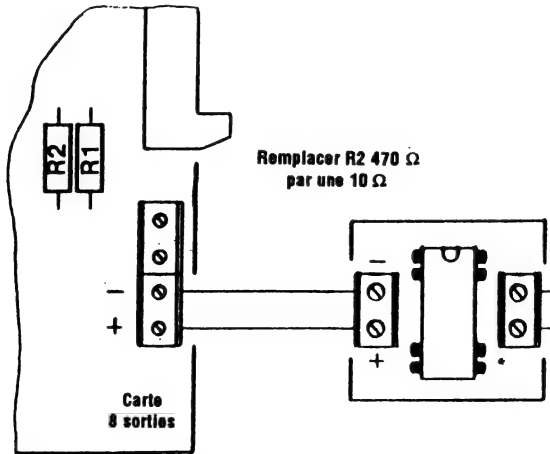

Fig. 6.4
- soit se raccorder sur un des deux borniers de la plaque huit sorties, mais après avoir au préalable remplacé la résistance $470\ \Omega$ correspondant au bornier concerné par une résistance $10\ \Omega$ (fig. 6.4).